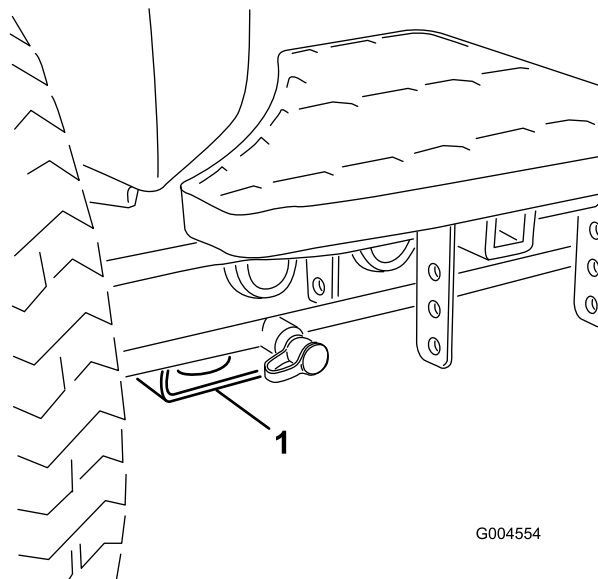

Figura 43
- Anteriore – supporto rettangolare, sotto il tubo dell'assale, all'interno delle ruote anteriori (Figura 43).